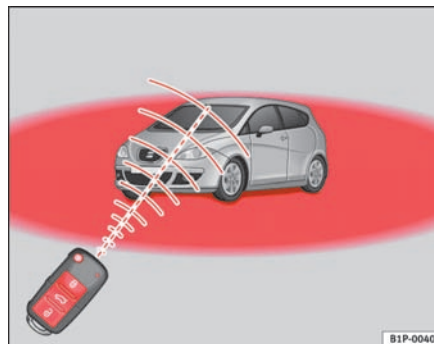

Fig. 64 Fjernbetjeningens virkeområde
- Fjernbetjeningen virker kun, når du er i dens virkeområde ⇒ side 96, fig. 64 (rødt område).
- Hvis en af dørene eller bagklappen ikke åbnes, inden der er gået ca. 30 sekunder, efter at bilen er blevet låst op med knappen  ①, låses den automatisk igen. Denne funktion forhindrer, at bilen ved en fejltagelse er låst op i længere tid.